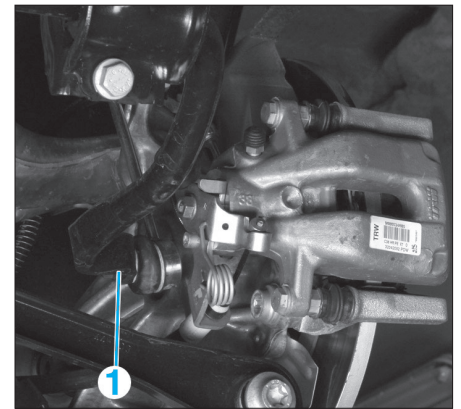

Fig. 51
- les écrous inférieurs (1) des biellettes de barre stabilisatrice (Fig.51),